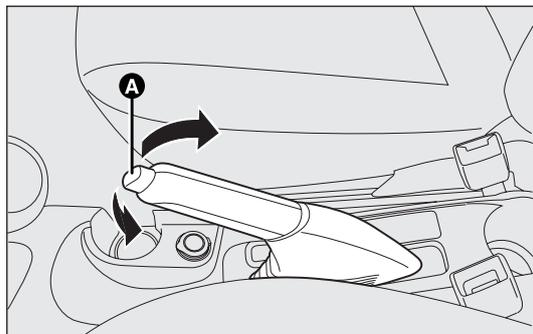

fig. 126
- levante la palanca ligeramente y pulse el botón de desbloqueo A-fig. 126;